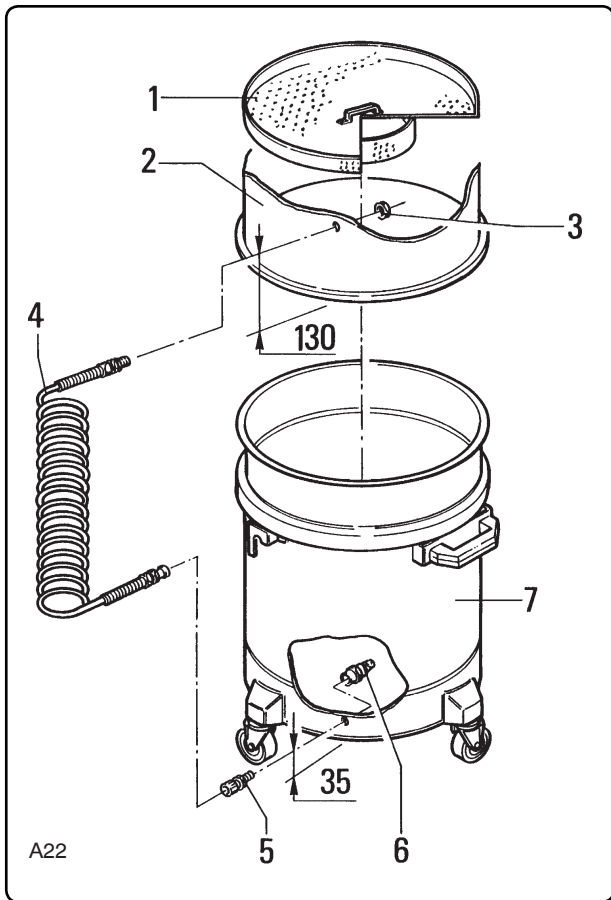

Fig. 6.4.3
6.4.3 - Griglia e depressore (fig. 6.4.3)
6.4.3 - Plate and suction pipe (fig. 6.4.3)
6.4.3 - Grille et dépresseur (fig. 6.4.3)
6.4.3 - Gitter und Saugrohr (Abb. 6.4.3)